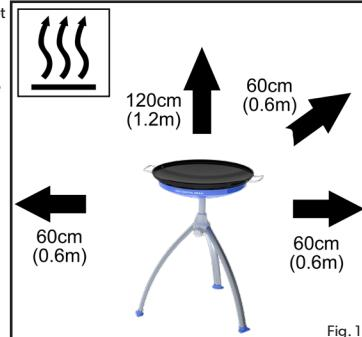

Fig. 1
- Sørg for at apparatet holdes borte fra brannfarlige materialer når det er i bruk. Trygge minimumsavstander er: over apparatet - 1,2 m, på baksiden og på siden - 0,6m. (fig.1)